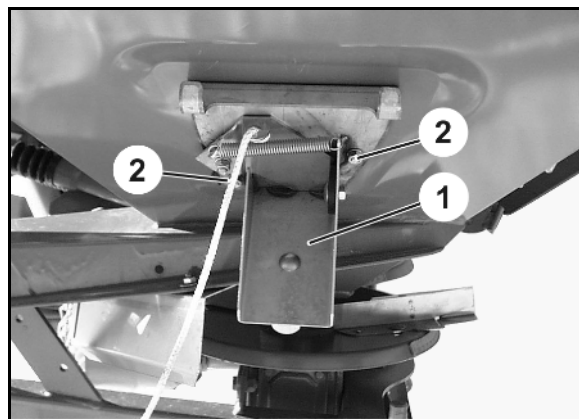

Рис. 42
1. Удалите пластмассовую заглушку (Рис. 42/1).